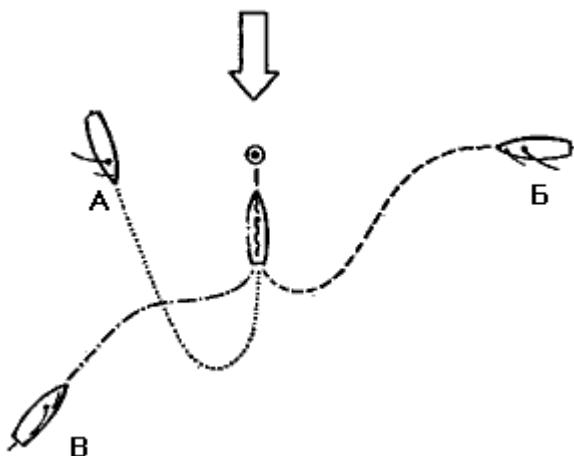

Рис. 128. Схема подхода к якорной стоянке или бочке
**Постановка на якорь** почти ничем не отличается от постановки на бочку— подходят к месту якорной стоянки так же, как к бочке: против ветра и самым малым ходом (**рис. 128**).